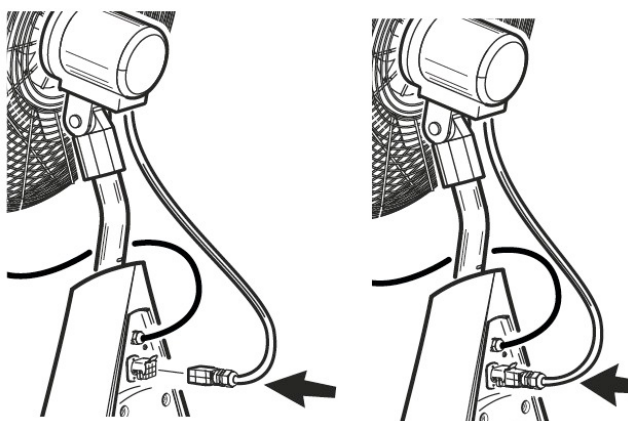

Рис. 7
- 6- Подключите кабель питания в соответствующий разъем (Рис. 7).